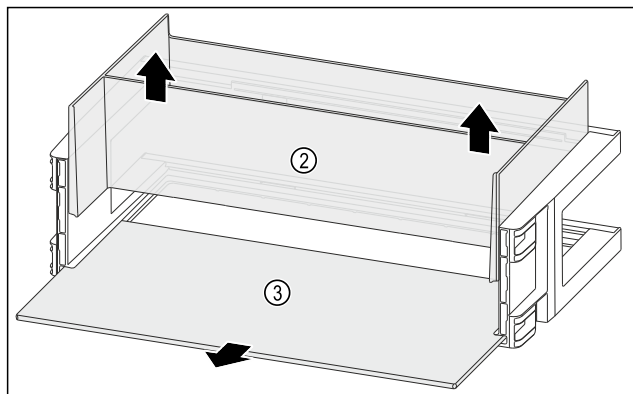

Fig. 111
- Estrarre l'organizzatore Fig. 111 (2) verso l'alto.
- Rimuovere il ripiano Fig. 111 (3).